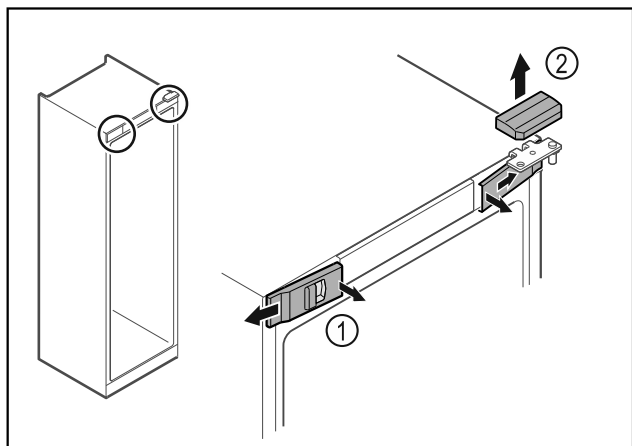

Fig. 14
- ▶ Décrocher les caches avant Fig. 14 (1) du côté intérieur et les retirer vers l'extérieur.
- ▶ Retirer le cache supérieur Fig. 14 (2) vers le haut.